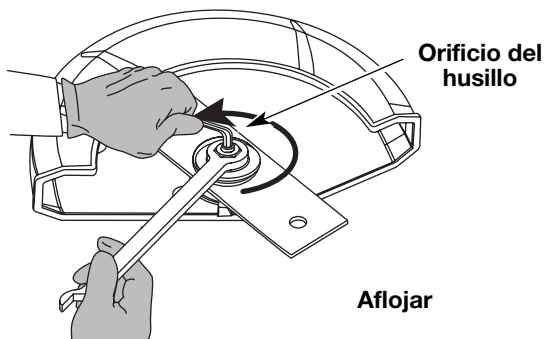

Fig. 15
- Coloque la llave tipo "Allen" de 5/16" en el orificio del husillo (Fig. 15).
- Mientras sujeta la llave tipo "Allen" en su lugar, afloje la tuerca con una llave de 15/16" girándola hacia la izquierda (Fig. 15).